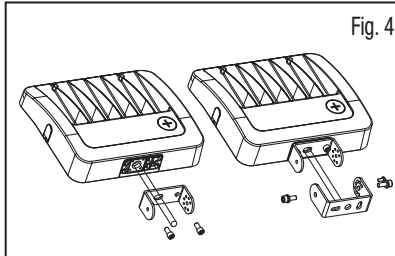

Fig. 4
3. Using a 7/32" Allen key, remove the four (4) bolts (M8x16) on the bottom of the housing to remove the Slipfitter mount.
6. Using the same Socket Head Bolts used to fasten the Slipfitter Mount (M8x16), screw the fixture portion of the Trunnion Mount to the housing, threading the wire through the center hole opening on the bracket. (Fig. 4)
8. Assemble Trunnion Mount with the Trunnion Mount screws (M8x20) (Fig. 4 & 5)
3. À l'aide d'une clé Allen de 7/32", retirez les quatre (4) boulons (M8x16) situés au bas du boîtier pour enlever le support Slipfitter. ***Pas besoin de sceller la base exposée du boîtier – le boîtier du luminaire est étanche.**
6. À l'aide des mêmes boulons à tête cylindrique (M8x16) utilisés pour fixer le support Slipfitter, vissez la partie du support Trunnion au boîtier du luminaire, en faisant passer le câble à travers l'ouverture centrale du support. (Fig. 4)
8. Assemblez le support Trunnion avec les vis du support (M8x20) (Fig. 4 & 5).